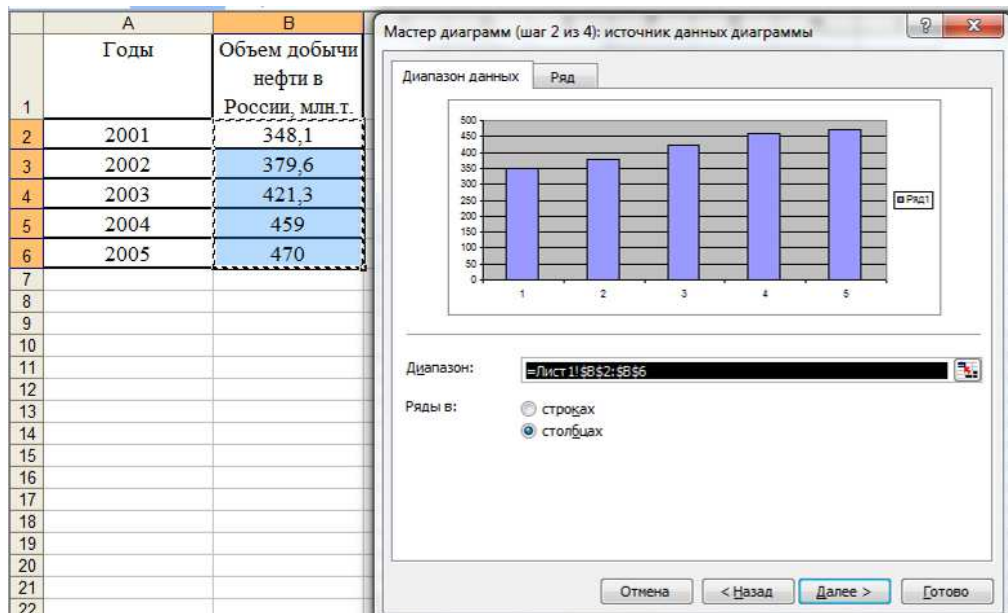

Рис. 24. Диалоговое окно определения исходных данных, вкладка *Диапазон данных*
5. Во втором диалоговом окне Мастера диаграмм **Исходные данные** на вкладке **Диапазон данных** (рис. 24) в поле **Диапазон** указываются ссылки на ячейки с исходными данными для построения диаграммы. Если они не были выбраны ранее перед запуском Мастера диаграмм, следует их указать в этом диалоговом окне.